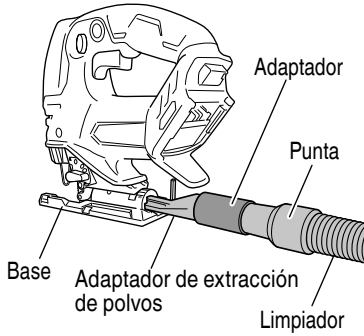

Fig. 35
Conectando con el limpiador (en venta separadamente) a través del colector de polvo y el adaptador (en venta separadamente), se podrá recolectar casi la totalidad del polvo. (Fig. 35)
- (4) Conecte el adaptador de extracción de polvos con el adaptador. (Fig. 35)
- (5) Conecte el adaptador con la punta del limpiador. (Fig. 35)